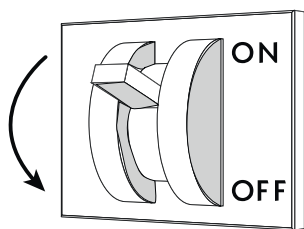

Fig. 31
- Desconectar la alimentación eléctrica del mueble mediante el interruptor seccionador general instalado en la pared ("Fig. 31").